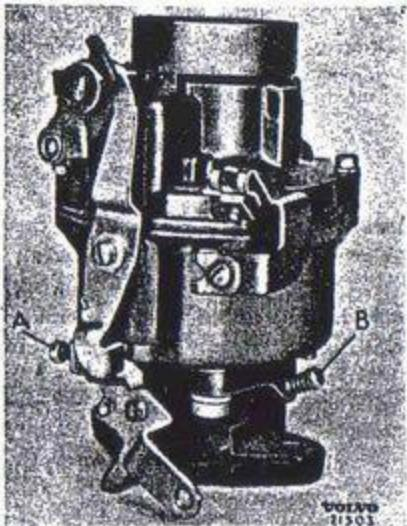

Bild 17. Förgasarens Jusferskruvar.
- Dra till blandningsskruven "B" bild 17 för fullt och lossa den därefter  $1\frac{1}{2}$  varv.
- Kontrollera, att handgasreglaget är helt inskjutet, att luftspjället är helt öppet, att gaspedalen går lätt samt att spjällskruven "A" bild 17 går emot stoppklocken.